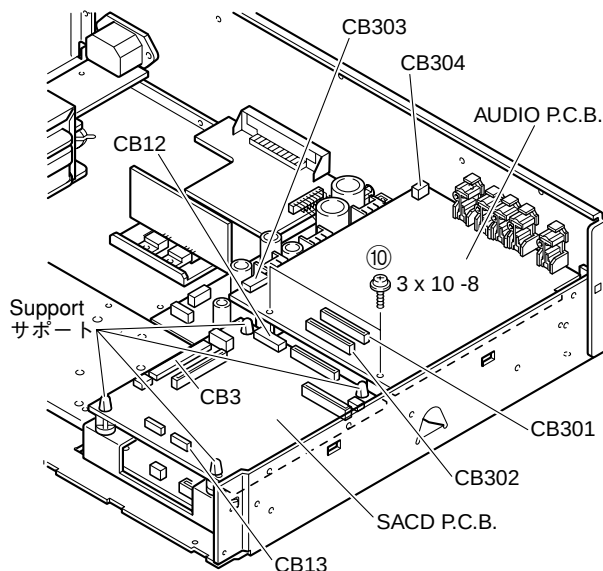

Fig. 8
- Disconnect the connectors CB301, CB302, CB303 and CB304. (Fig. 8)
- Remove 2 screws (⑩) and then remove the AUDIO (1) P.C.B. (Fig. 8)
- Disconnect the connectors CB3, CB12 and CB13. (Fig. 8)
- Remove the SACD P.C.B. with the tip of the 4 support pinched with pliers or the like. (Fig. 8)
- コネクタCB301、CB302、CB303、CB304を外します。(Fig. 8)
- ⑩のネジ2本を外し、AUDIO (1) P.C.B.を取り外します。(Fig. 8)
- コネクタCB3、CB12、CB13を外します。(Fig. 8)
- 4箇所のサポートの先をペンチ等でつまみながら、SACD P.C.B.を取り外します。(Fig. 8)